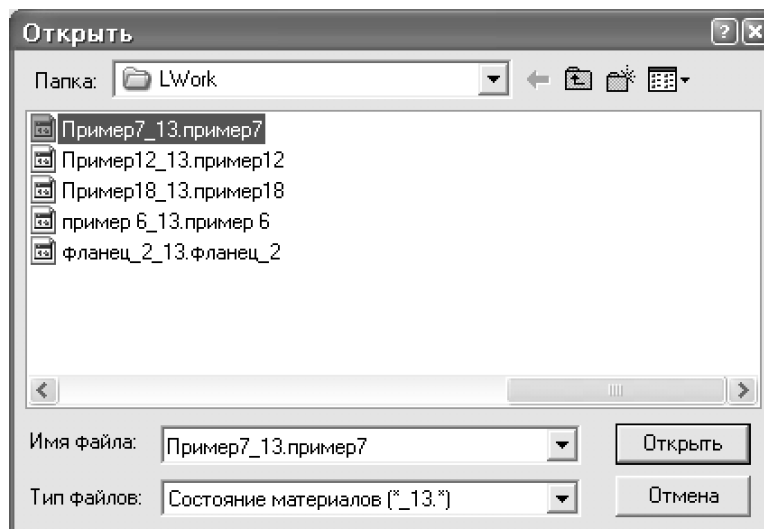

Рис.7.28. Диалоговое окно Открыть
- В диалоговом окне **Открыть** (рис.7.28) в раскрывающемся списке выберите тип файлов **Состояние материалов (*_13.*)**.
- В диалоговом окне **Открыть** (рис.7.28) в раскрывающемся списке выберите тип файлов **Перемещения по шагам (*_35.*)**.
- В диалоговом окне **Открыть** (рис.7.28) в раскрывающемся списке выберите тип файлов **Усилия (напр.) по шагам (*.36.*)**.